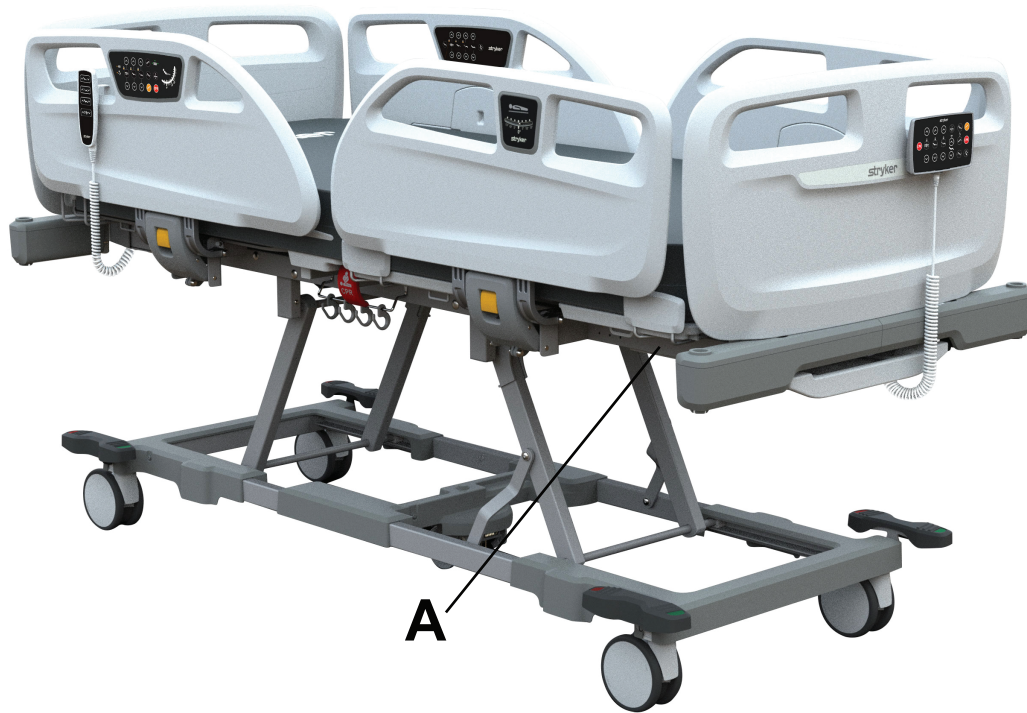

Figura 6 – Posizione del numero di serie Stryker e dell'etichetta con le specifiche
Il numero di serie Stryker e l'etichetta con le specifiche tecniche (A) si trovano sotto la sponda laterale del paziente, vicino al lato piedi del prodotto (Figura 6).